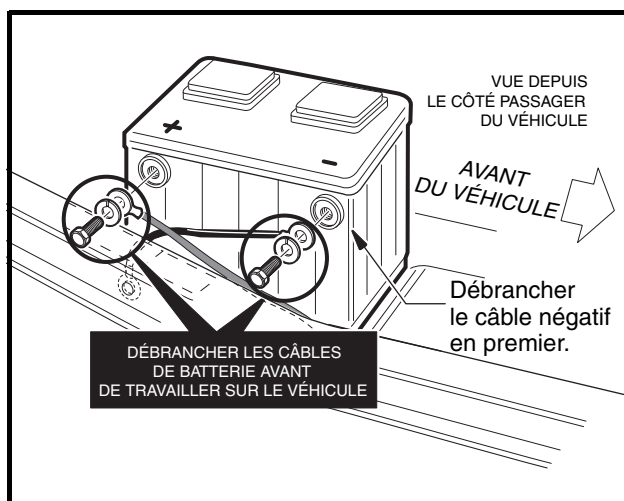

Figure 1 Véhicules à essence
- Débrancher les câbles de batterie, en commençant par le câble négatif (-) (Figure 1).